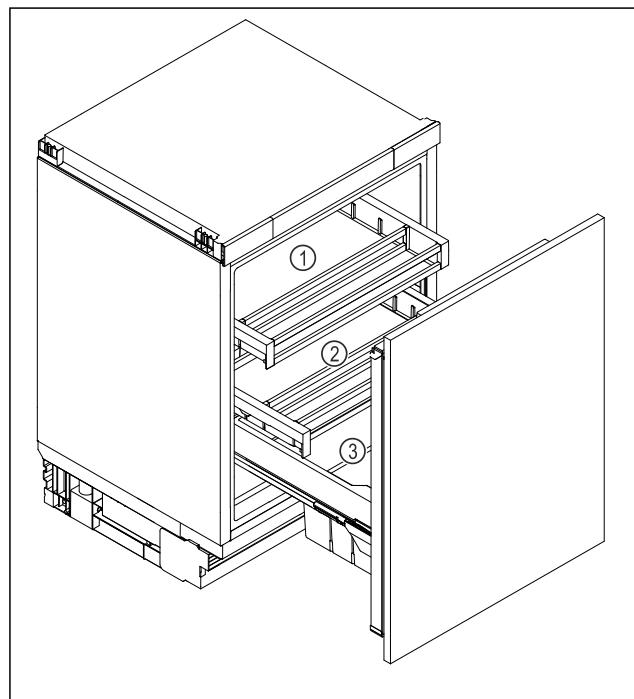

Fig. 6 Примерно изображение
- Горно чекмедже Fig. 6 (1): Съхранявайте масло, сирене, консерви и тубички.
- Долно чекмедже Fig. 6 (2): Съхранявайте лесно развлящи се хранителни продукти като готови ястия, риба, месни изделия и колбаси.
- Кутия за плодове и зеленчуци Fig. 6 (3): Съхранявайте опаковані плодове и зеленчуци.
- Отделение за напитки Fig. 6 (3): Съхранявайте отделни бутилки.